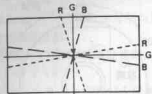

图17
- 在偏转线圈和CRT之间插入调节模块(b)和(c),调节偏转线圈的位置,以消除图17所示的误差聚焦;